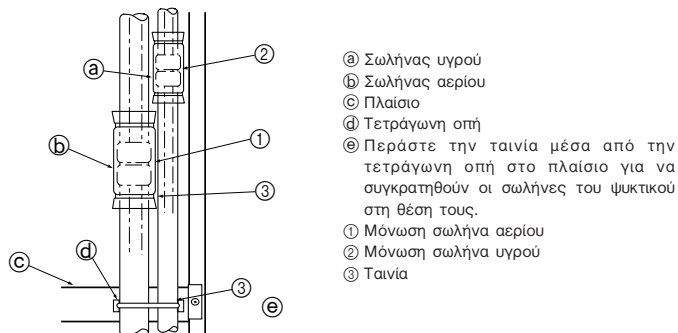

Fig. 4-5
- Κατά την επανασυναρμολόγηση, γαντζώστε τα άγκιστρα της γρίλιας εισαγωγής ③ στις οπές που υπάρχουν στα πλευρικά καπάκια.
Μονώστε τις κωνικές συνδέσεις ① και ② των σωλήνων αερίου και ψυκτικού υγρού καλά. Εάν κάποιο σημείο από τις συνδέσεις δεν είναι καλυμμένο, μπορεί να προκληθεί διαρροή συμπύκνωσης. (Fig. 4-5)
- Σφίξτε τη μόνωση του σωλήνα αερίου ① και τη μόνωση του σωλήνα υγρού ② και στα δύο άκρα έτσι ώστε να μην γλιστρίσουν και να ευθυγραμμιστούν.
- Μετά την εκτέλεση της μόνωσης, χρησιμοποιήστε μια ταινία ③ για να σφίξετε το πλαίσιο του σωλήνα ψυκτικού υγρού (κάτω από το τμήμα σύνδεσης του σωλήνα). Αυτό θα εμποδίσει το σωλήνα ψυκτικού να ανυψωθεί πιο επάνω από το πλαίσιο. (Όταν ο σωλήνας ψυκτικού υγρού είναι εκτός του πλαισίου, η γρίλια δεν μπορεί να τοποθετηθεί.)